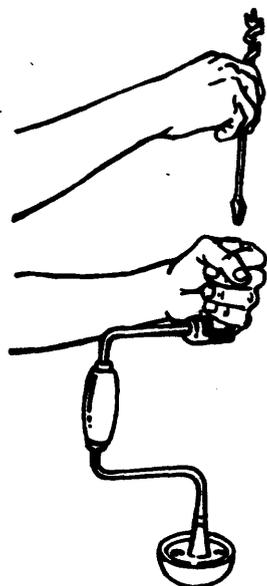

Fig. 3
- 7º paso *Tome la mecha por el vástago e introdúzcala en el mandril (fig. 3).*